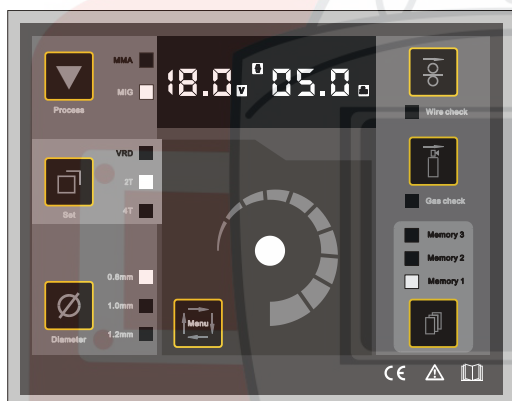
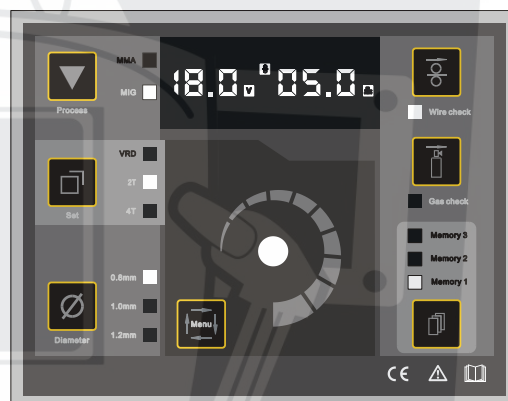

Рисунок 5: Дисплей с установленным напряжением в режиме MIG mode
Рисунок 6: Проверка подачи проволоки в режиме MIG
- a) Когда вы закончили варить, нажмите 【MMA/MIG переключатель】, загорается индикатор режима MIG и аппарат готов к работе в режиме MIG.(Рисунок 5)
- b) 【Цифровой дисплей показывает】 показывает установленное “18.0V” в вольтах (V). В то время как “05.0м/мин” означает номинальный скорости подачи проволоки и указывается в м/мин”
- с) В режиме MIG нажмите кнопку **【BURN BACK】**, индикатор загорится и вы можете отрегулировать подачу проволоки на высокую скорость. (Рисунок 6). **【Цифровой дисплей】** будет мигать до тех пор пока вы не нажмете выключатель горелки либо любую другую кнопку на панели. **【Цифровой дисплей】** и **【BURN BACK】** перестают мигать – прекращается подача проволоки